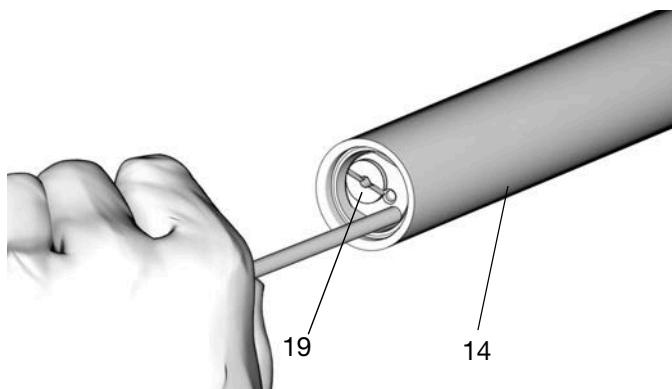

FIG. 26
24. Con una varilla suave y larga de aluminio o de latón, sin bordes cortantes ni rebabas, extraiga el conjunto de la válvula de retención (19) del tubo de salida (14) (FIG. 26).